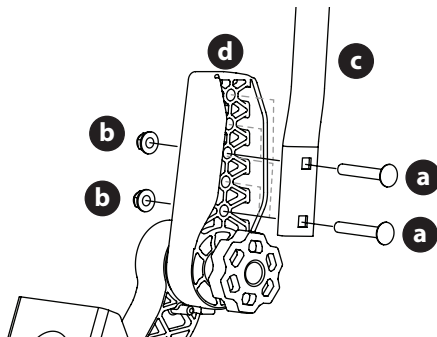

Figura 8
1. Extraiga los dos tornillos de carro (a) y las dos tuercas de seguridad con brida (b) que sujetan la palanca de control de la transmisión de barra de seguridad (c) hasta el regulador de palanca superior (d) (Figura 8).
2. Mueva la palanca de control de la transmisión de barra de seguridad hasta una de las tres alturas disponibles y sujétela en su lugar con los tornillos del carro y las tuercas de seguridad con brida (Figura 8).
4. Si las palancas de control no se alinean después de ajustar la perilla, afloje las tuercas (b), alinee las palancas de control y vuelva a apretar las tuercas. Una vez que se realiza este ajuste fino, las palancas de control se alinearán al usar el ajuste de la perilla (Figura 8 en la página 44).